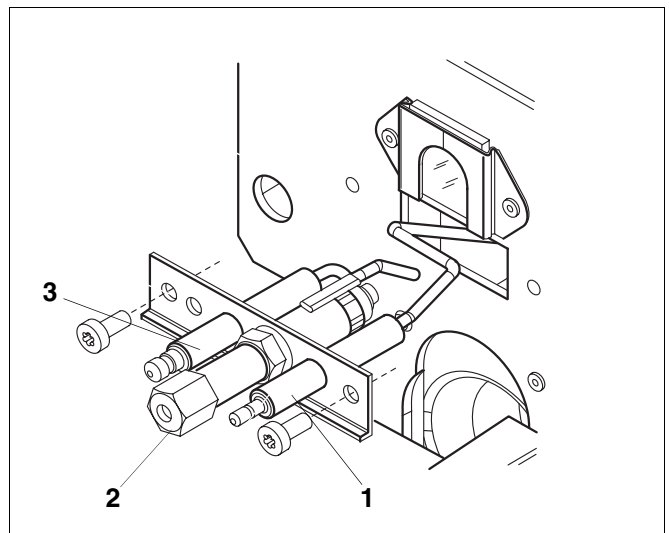

Abb. 1 Einbausituation Startbrenner AEM
- Startbrenner, daran montiert Klemmring und Mutter für Startgasleitung Ø 4 mm (Abb. 1, **Pos. 2**).
- Neuen Startbrenner einbauen. Dabei auf die Einbaulage achten: Zündelectrode links (Abb. 1, **Pos. 3**), Ionisationselectrode rechts (Abb. 1, **Pos. 1**).
### Legende für Abb. 1